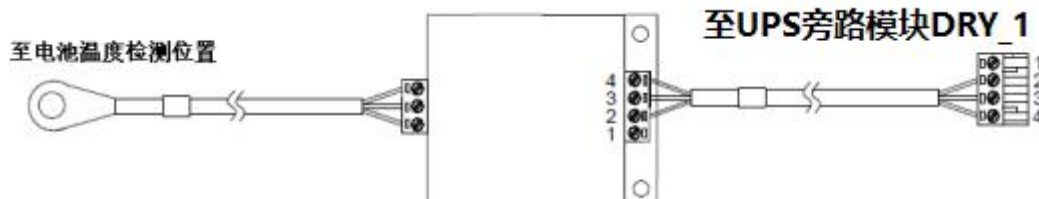

图 8-1 电池温度传感器与 UPS 连接示意图
3. 将电池温度传感器探头置于电池附近可测量到电池最高温度的地方，将电池温度传感器电缆接至 UPS 的旁路模块 DRY_1 端子的 1,3,5,7 部分，见图 8-1。